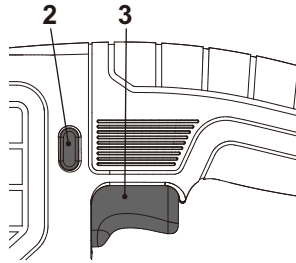

Fig. 9
- > Encienda el producto presionando el interruptor de encendido/apagado (3) (Fig. 9).
- > Apague el producto soltando el interruptor de encendido/apagado (3) (Fig. 9).